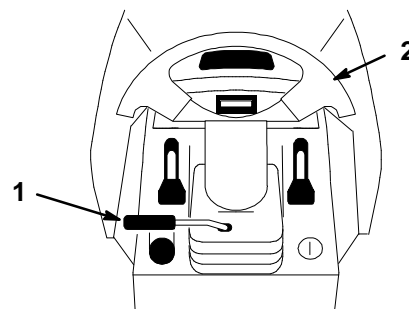

Figure 14
1. Soulever le levier de réglage pour débloquer l’inclinaison du volant (Fig. 14).